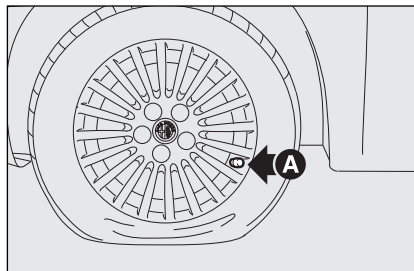

fig. 16
- plaats het wiel voor de werkzaamheden met het ventiel **A-fig. 16** zoals in de afbeelding en schakel daarna de **handrem** in. Verwijder de reparatieset en laat hem op de grond vlak bij het wiel steunen;